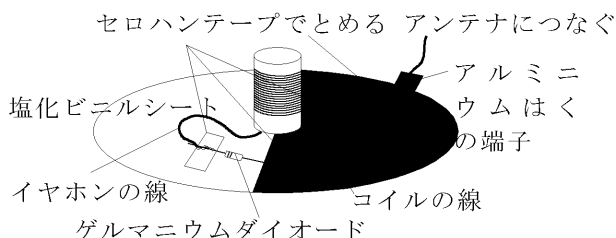

図12 アルミニウムはくの端子を固定
- (9) 10cm四方のアルミニウムはくをたたんで、幅2cm、長さ5cm程度の端子をつくる。
- (10) 方法(8)で作った端子を塩ビシートに貼ったアルミニウムはくの上にセロハンテープで固定する(図12)。